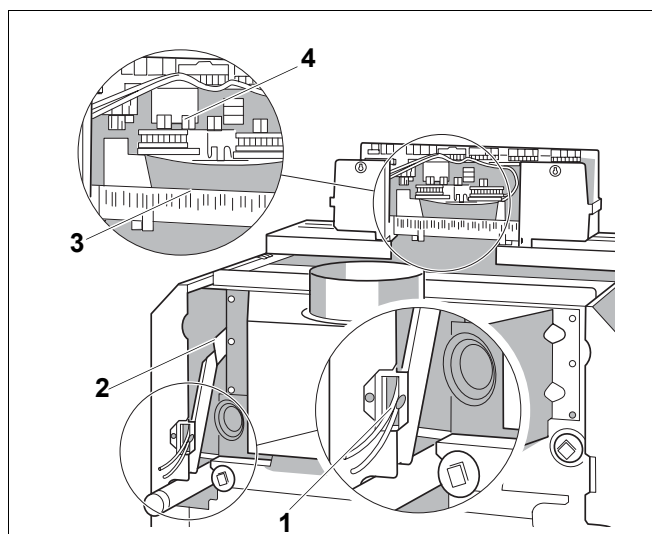

Рис. 18 Кабельный ввод и штекерные соединения, Система управления Logamatic 4000
Электрические соединительные провода заказчика и соединительный провод от системы контроля дымовых газов проведите к системе управления снизу через кабельный ввод (рис. 18, **поз. 1**) в кабельный канал (рис. 18, **поз. 2**).
- Выполните электрические подключения штекерных соединений (рис. 18, поз. 4) системы управления в соответствии с прилагаемой электросхемой.